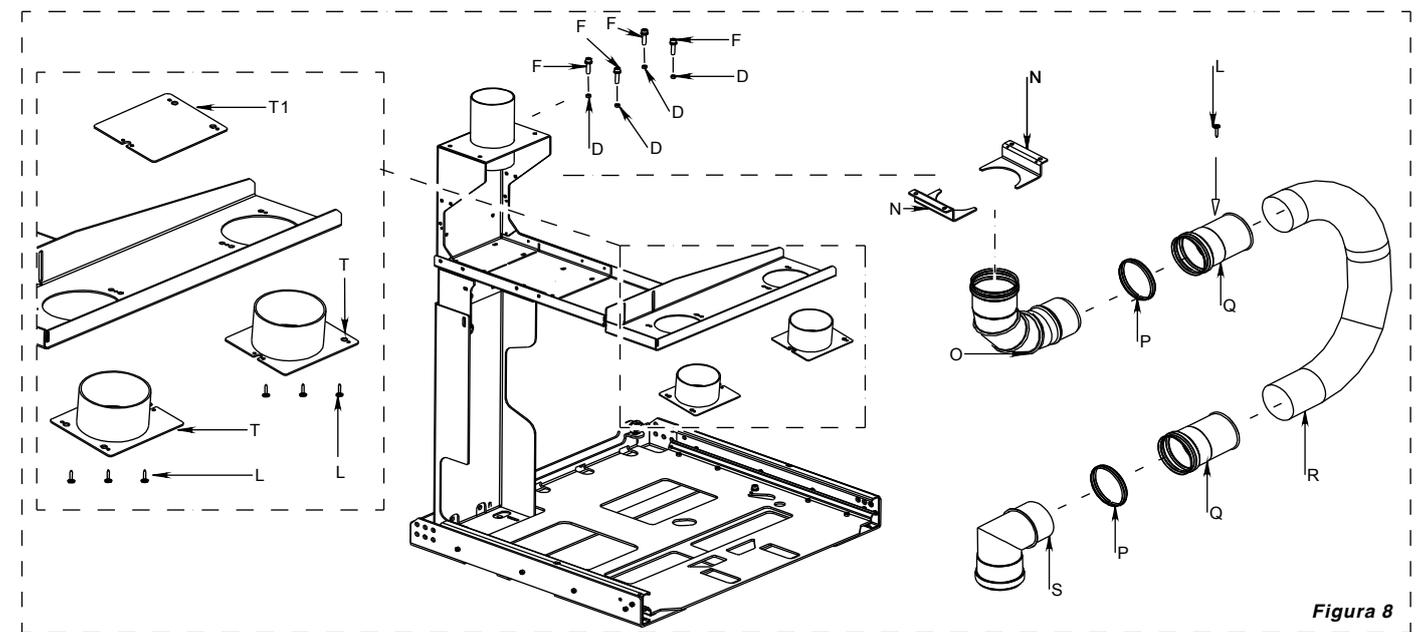

Figura 8
- a questo punto è necessario "curvare" il tubo flessibile R fino ad ottenere una curvatura simile a quella presente nella figura 8.